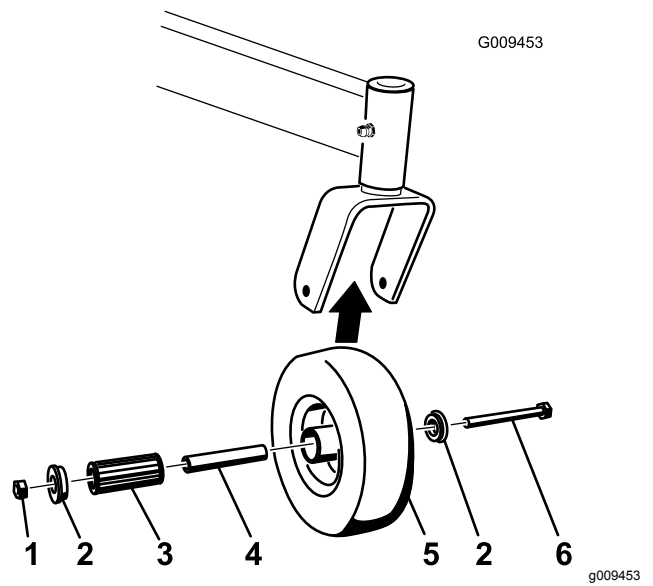

Figure 55
1. Enlevez le contre-écrou et le boulon de fixation de la roue pivotante à la chape (Figure 55).
2. Enlevez une bague, puis sortez la douille pour clé et le roulement à rouleaux du moyeu de roue (Figure 55).
3. Enlevez l'autre bague du moyeu, puis nettoyez la graisse et les saletés éventuellement présentes dans le moyeu (Figure 55).
Remarque: Remplacez les pièces endommagées ou usées (Figure 55).
5. Placez une bague dans le moyeu de roue (Figure 55).
6. Lubrifiez le roulement à rouleaux et la douille pour clé, et insérez-les dans le moyeu (Figure 55).
7. Mettez la deuxième bague dans le moyeu (Figure 55).
8. Montez la roue pivotante dans la chape à l'aide du boulon et du contre-écrou (Figure 55).
9. Serrez le contre-écrou jusqu'à ce que la base de la douille pour clé soit en appui contre l'intérieur de la chape (Figure 55).